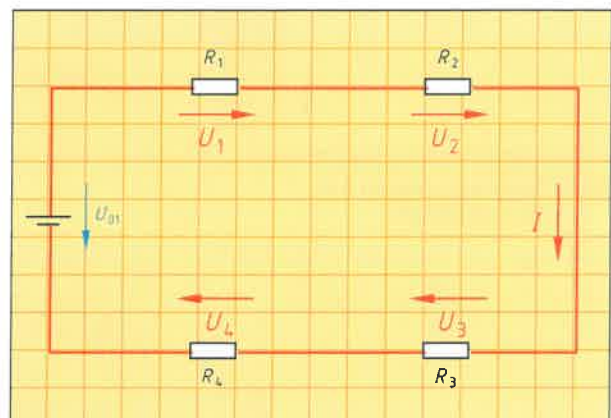

Bild 2: Reihenschaltung von vier Widerständen
- a) Verbinden Sie die Bauelemente im Bild 2 und tragen Sie für alle Teilspannungen  $U_1$  bis  $U_4$  und den Strom  $I$  die Bezugspfeile ein.